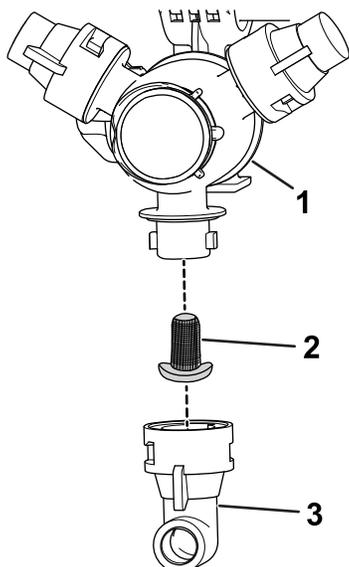

Bild 32
2. Nehmen Sie die Düse vom Sprühdrehkreuz ab (Bild 32).
3. Entfernen Sie den Düsenfilter (Bild 32).
5. Setzen Sie den Düsenfilter ein (Bild 32).
6. Setzen Sie die Düse auf das Sprühdrehkreuz auf (Bild 32).